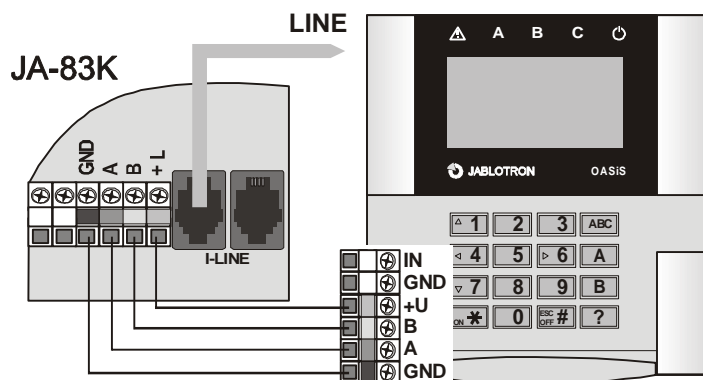

fig. 1 Tilkobling til sentralen
- o Ved bruk av en flat fireleder telekabel med RJ kontakter (max. 10 meter) men bare for midlertidig bruk/test. Se fig. 1.